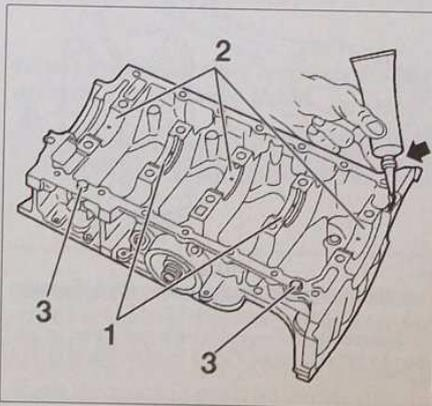

FIG.58
poser dans le carter-chapeaux de paliers de vilebrequin des coussinets de vilebrequin en fonction de la classe déterminée (rainurés dans les paliers n° 2 et 4 (1) et lisses dans les paliers n°1, 3 et 5 (1), Fig.58).
contrôler la présence des 2 douilles de centrage sur le carter-chapeaux de paliers (3) puis enduire son plan de joint d'un cordon régulier de pâte d'étanchéité appropriée à base de silicone (par exemple Loctite Autojoint Or) (Fig.58).